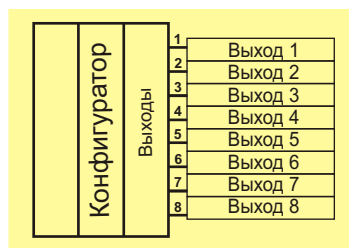
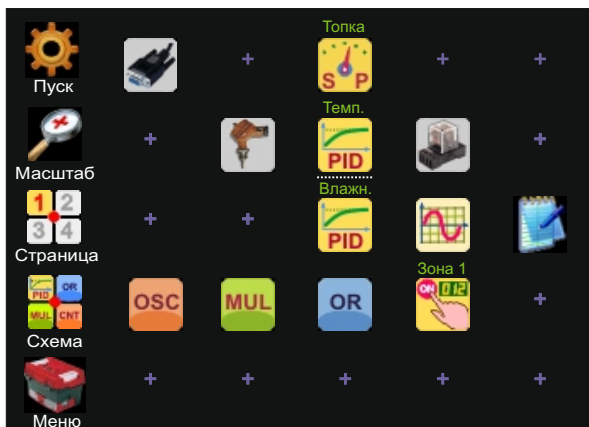

Рис. 80. Структура функционального блока "Задатчики"
Рис. 82. Меню Процесс (схема).
Схематическое изображение архитектуры блока **Задатчики** смотрите на Рис. 80.
9.4.4 **Конфигуратор** блока имеет 9 конфигурационных окон. В конфигурационных окнах с 1-го по 8 устанавливаются значения задатчиков, а также, присваиваются имена каждому задатчику, которые располагаются под соответствующими конфигурационными окнами в опции Конфигуратор, меню Процесс и в таблице соединений (Рис. 80). В 9-ом окне присваивается имя данному блоку, которое располагается над блоком в меню Процесс (Рис. 82).
9.4.5 В меню **Процесс** организация, функции и внешний вид блока Задатчики идентичны конфигуратору. Отличие состоит лишь в том, что в меню Создать, в схеме, над пиктограммой блока находится присвоенный порядковый номер (приоритет), а в меню Процесс - название блока (Рис. 82).